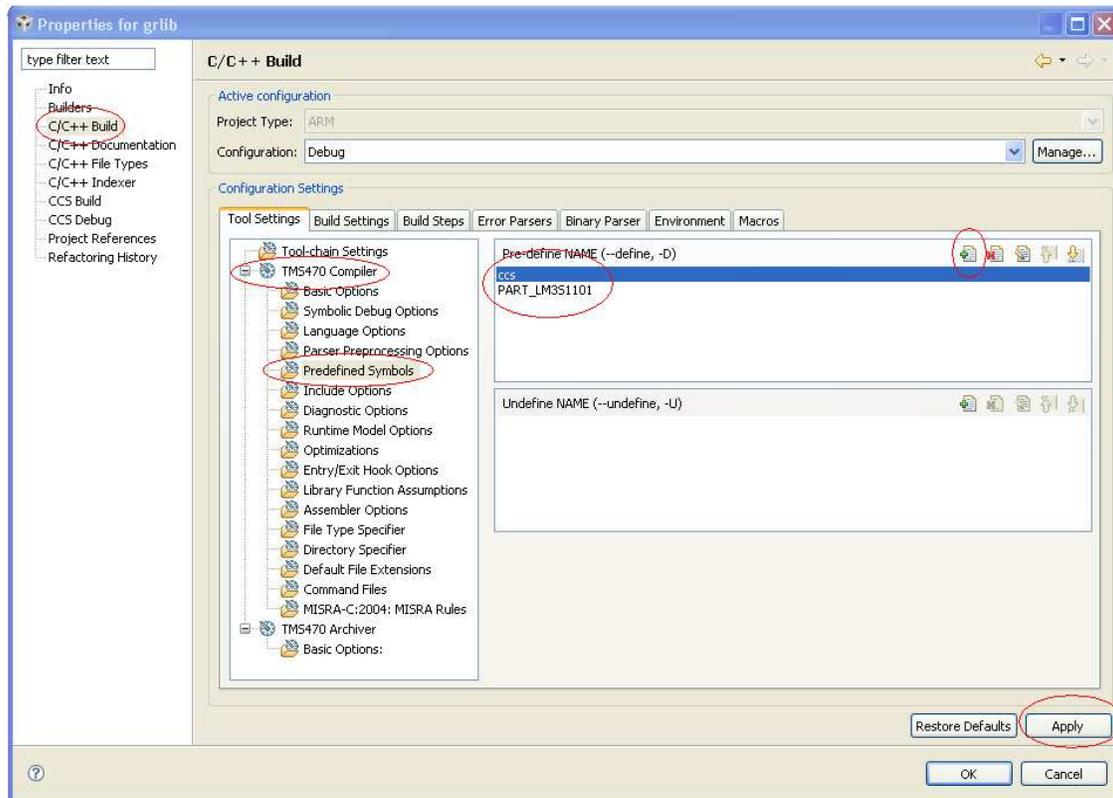

图 33. 针对 **glib** 的属性（**C, C++** 建立）
- 选择 **Tool Settings** 标签页下的 **C/C++ Build** → 在 **TMS470 Compiler** 域内选择 **Runtime Model Options** 如图 33 中的红圈所示选择选项（开和关）→ 单击 **Apply** 按钮。